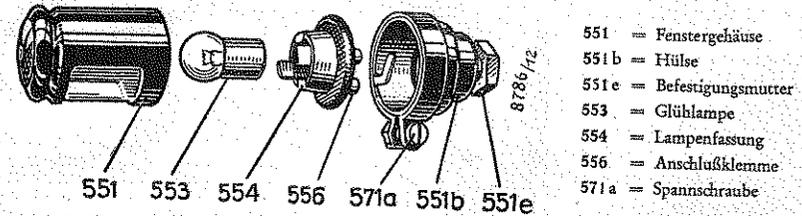

Bild 15 Nummerlaterne JN 5, geöffnet
1. Spanschraube 571 a lösen (Bild 15).